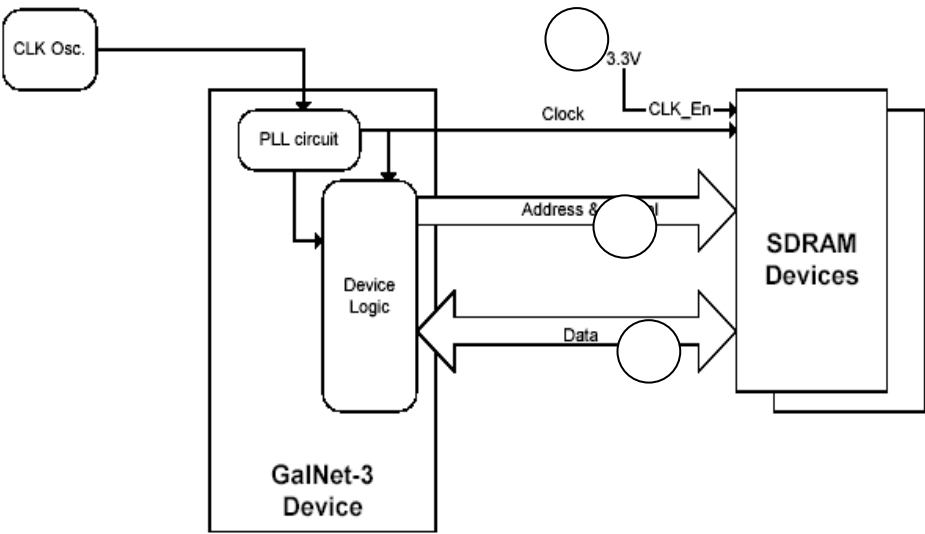

图 4-2 源同步示例
- 2) 外同步: 外同步也即同步时钟的提供既不是数据发送芯片也不是数据接收芯片, 而是由另外的时钟芯片提供。如图 4-2 所示。